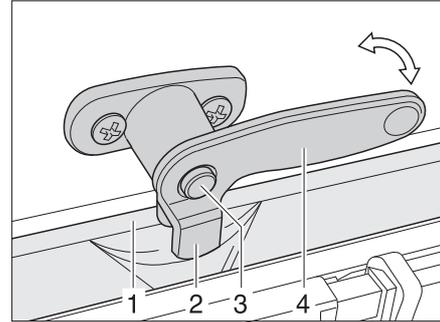

Bild 60 Verriegelungshebel mit Sicherungsknopf in Stellung "Dauerbelüftung"
- Falls vorhanden, den Sicherungsknopf (Bild 60,3) drücken und gedrückt halten.